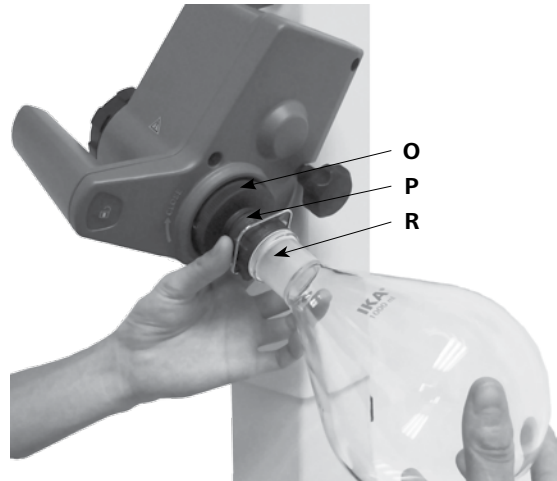

Fig.15a
- Setzen Sie den Verdampferkolben (**R**) auf das Dampfdurchführungsrohr. (Fig.15a)